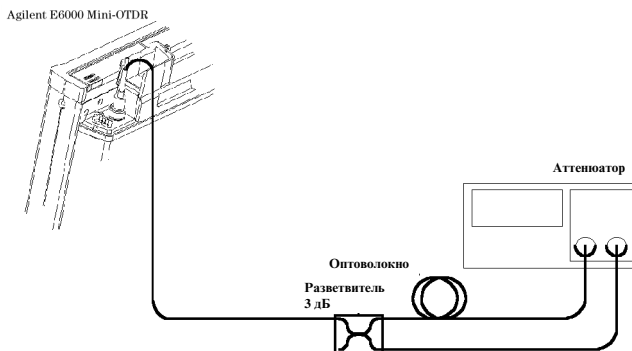

Рис. 76 Схема рабочего места для определения мертвой зоны
- 1 Убедитесь в чистоте всех оптических соединителей и соберите рабочее место по схеме на Рис. 76. Если используется линия задержки Agilent на разветвителе, подключите ее соединитель 2 к рефлектометру, соединитель 1 ко входу аттенюатора, а соединитель 3 – к выходу аттенюатора. Убедитесь, что используется соответствующая линия задержки (одномодовая или многомодовая).
- 1 Соберите рабочее место по схеме на Рис. 76.